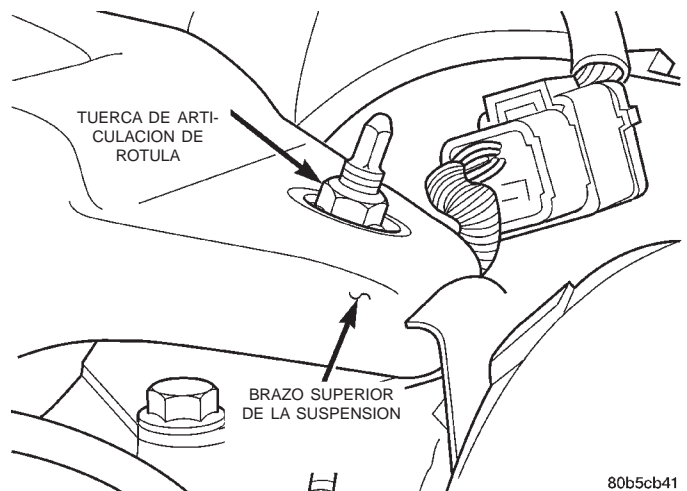

Fig. 8 Tuerca de la articulación de rótula
- (4) Retire la tuerca de la articulación de rótula de la parte superior del brazo superior de la suspensión (Fig. 8).